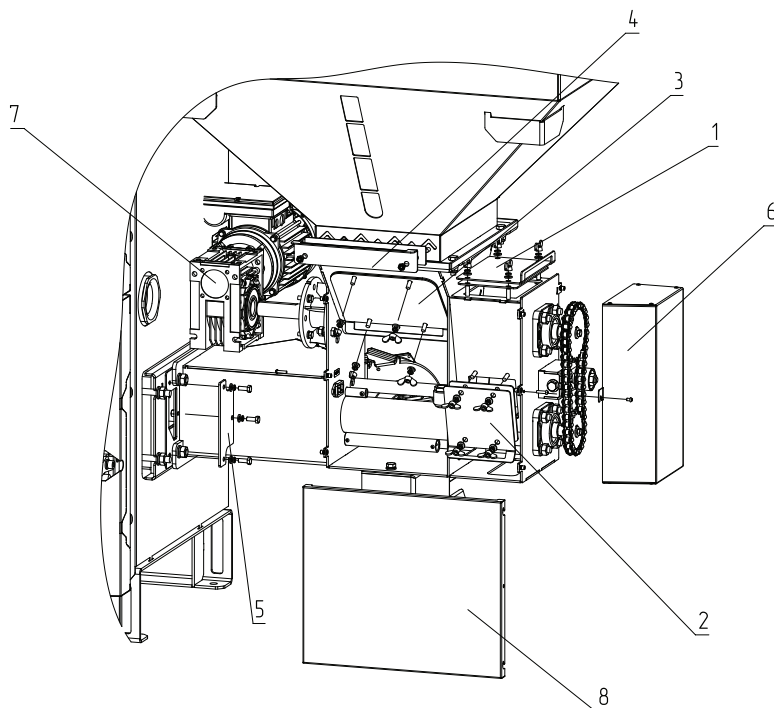

Рис.17 Обслуживание механизма подачи
- Для замены двигателя (**Рис.17, поз.7**) необходимо снять его с адаптера, предварительно открутив крепежи М6. Отключить разъём двигателя. Заменить сломанную деталь или весь узел. В случае замены двигателя, жгут выходящий из распределительной коробки двигателя необходимо переставить со сломанного в новый (рекомендуется записать или сфотографировать схему подключения перед снятием двигателя).
- При полном заклинивании шнека, необходимо выключить котел, снять заглушки (**Рис.17, поз.1; поз.2; поз.3**). Проверить шнеки на наличие инородных предметов и ниток от мешков, которые могут затруднить движение топлива по механизму подачи. Удалите инородные предметы и установите заглушки.
- При необходимости снять бункер, если в нем находится топливо, необходимо открутить заглушку стоп-топлива (**Рис.17, поз.4**).
- Для обслуживания цепи и подшипников, необходимо снять крышку передаточного узла (**Рис.17, поз.6**).
Внимание! Когда узел не обслуживается крышка передаточного узла (**Рис.17, поз.6**) должна оставаться закрытой, чтобы избежать травм и для защиты смазанных улов от воздействия пыли и грязи.
- Для замены ТЭНы авторозжига необходимо снять заглушку (**Рис.17, поз.5**), открутив винты М5. Затем извлечь ТЭНу из окошка и заменить на новую.